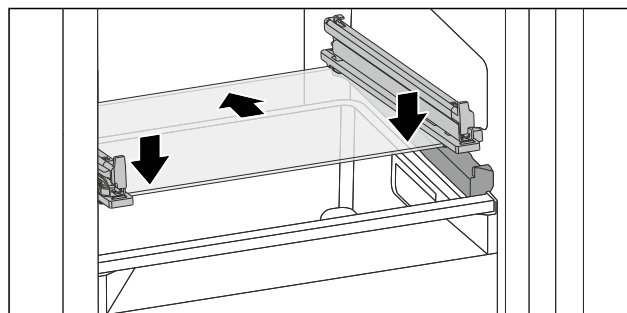

Fig. 178 A lebillenthető fiók üveglapja
- ▶ Helyezze a fiókot ferden az ütközők mögé. (lásd Fig. 178)